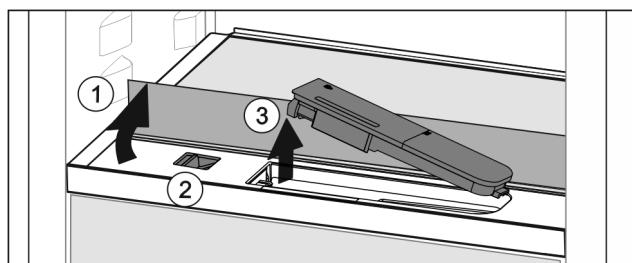

Fig. 49
- Nadvihnite sklenú dosku a až na doraz ju sklopte dozadu Fig. 49 (1).
- Potlačte posúvač Fig. 49 (2) dočasne.
- Vyberte nádržku na vodu Fig. 49 (3).